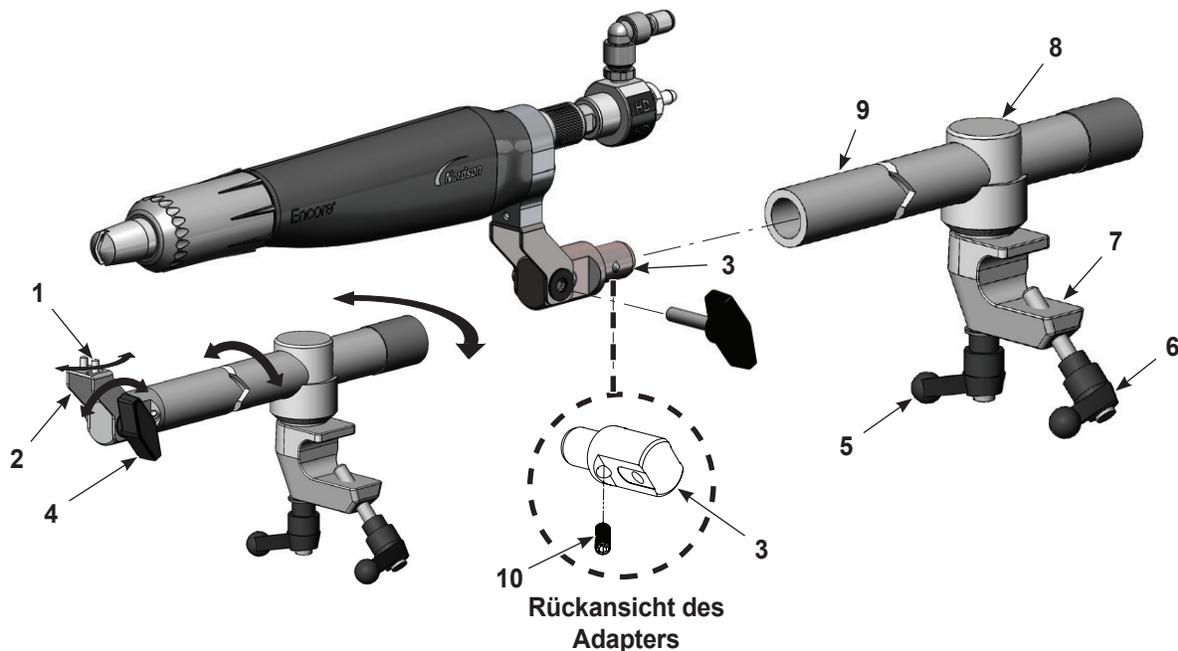

Abbildung 3-2 Sprühapplikatorhalterung für Stangenmontage
Siehe Abbildung 3-2. Den Adapter (3) für die Stangenmontage von Sprühapplikatoren in das Ende der Einstellstange (9) installieren und durch Festziehen des Gewindestifts (10) mit einem 4-mm-Innensechskantschlüssel sichern.
- Zum seitlichen Versetzen der Sprühapplikatorspitze die rechte Schraube mit Halbrundkopf (1) lösen.
- Zum Kippen der Sprühapplikatorspitze nach oben oder unten die Kipp-Flügelschraube (4) lösen.
- Zum Drehen der Einstellstange auf der Achse des Klemmkörpers (8) oder im Haltekörper den Drehgriff (5) lösen.